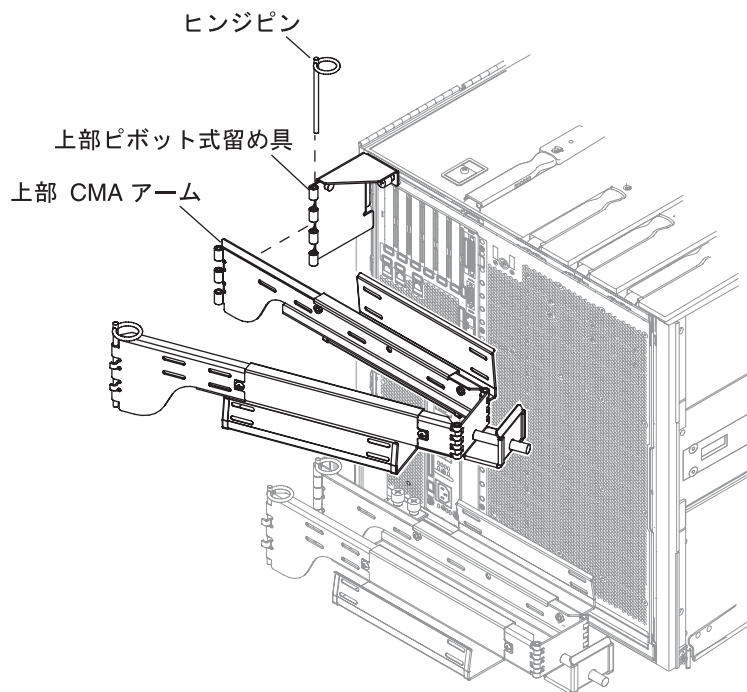

図 14-8 上部 CMA アームおよびピボット式留め具の取り付け
4. ピボット式留め具をシャーシに取り付けてから、前の手順で取り外したヒンジピンを使用して、ピボット式留め具を上部 CMA アームに固定します (図 14-8)。